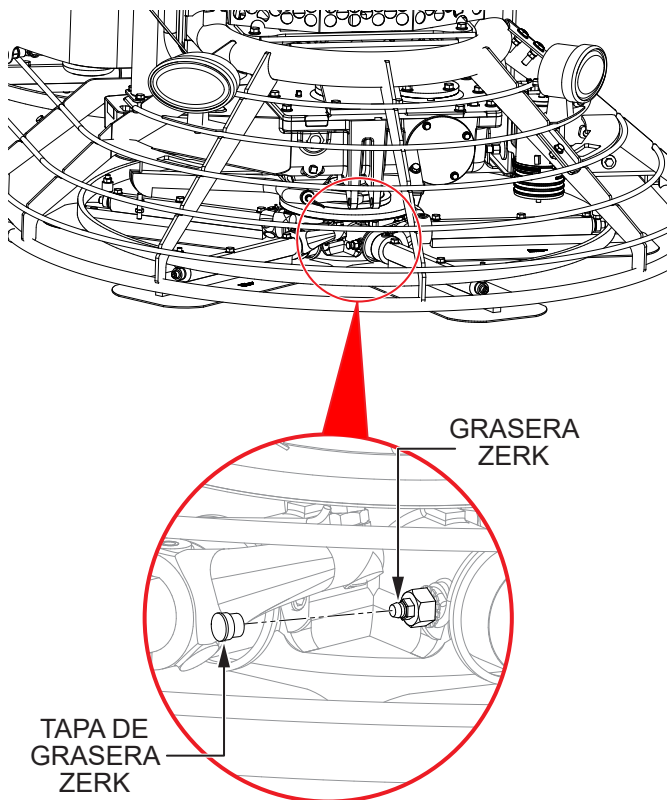

Figura 35. Lubricación de la cruceta
1. Localice una de las graseras Zerk en uno de los conjuntos de cruceta (Figura 35). Quite la tapa de la grasera Zerk y póngala a un lado.